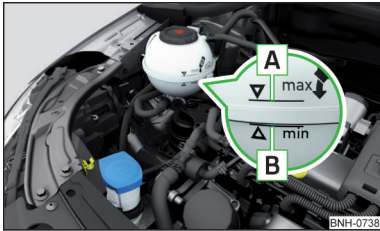

Abb. 234
Kühlmittelstand prüfen - der Kühlmittelstand muss zwischen den Markierungen **A** und **B** liegen » Abb. 234. Liegt der Kühlmittelstand unterhalb der Markierung **B**, das Kühlmittel nachfüllen.
Die **Spezifikation** des Kühlmittels ist auf dem Kühlmittelgleichsbehälter aufgeführt » Abb. 234.
- Das Kühlmittel nicht über die Markierung **A** auffüllen » Abb. 234. Das Kühlmittel könnte bei Erwärmung aus dem Kühlsystem gedrückt werden - es besteht die Gefahr einer Beschädigung der Motorraumteile.